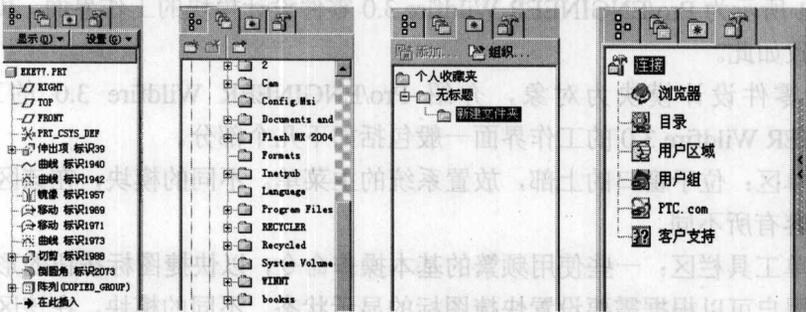

图 1-2
- 导航栏隐藏/显示区：位于窗口工作区的左侧。单击导航栏右侧的符号“>”，显示导航栏；单击导航栏右侧的符号“<”，隐藏导航栏。导航栏中包括模型树、资源管理器、收藏夹和相关网络技术资源 4 部分内容。单击相应选项按钮，可打开相应的导航面板，如图 1-2 所示。